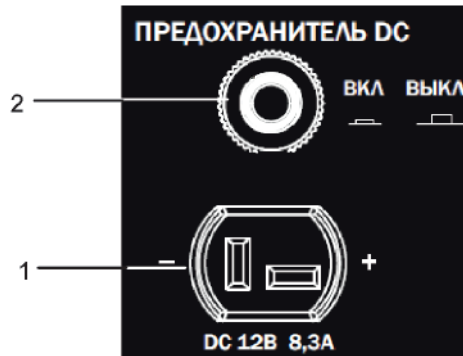

Рис. 15
Розетка постоянного тока 1 (Рис. 15) может использоваться только для зарядки автомобильных 12-вольтовых аккумуляторных батарей.
Внимание! Перегрузка сети постоянного тока приведет к срабатыванию автоматического предохранителя (2) (Рис. 15). Для возврата предохранителя в рабочее состояние подождите несколько минут, затем нажмите на кнопку предохранителя и продолжайте работать.